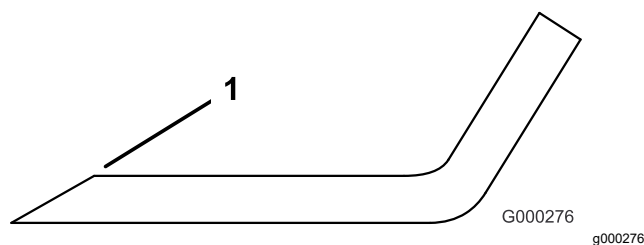

Figure 27
4. Examinez les tranchants de toutes les lames et aiguissez-les s'ils sont émoussés ou ébréchés (Figure 27).
Remarque: N'aiguissez que le haut du tranchant et conservez l'angle de coupe d'origine pour obtenir une coupe nette (Figure 27). Limez la